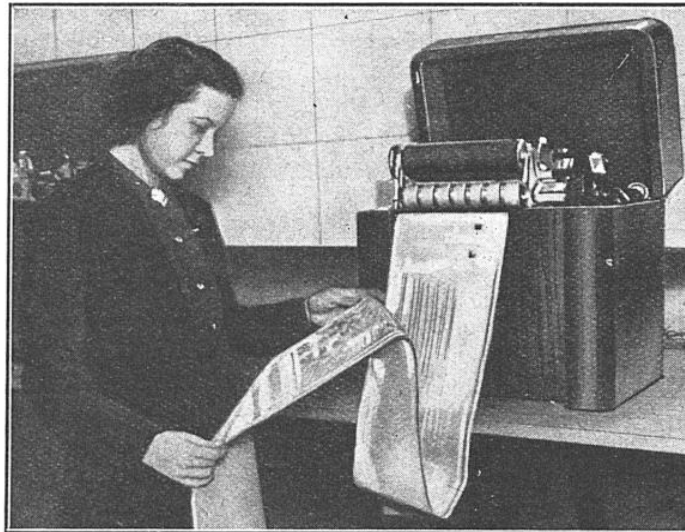

FIG. 4. — LA RÉCEPTION DU JOURNAL A DISTANCE A L'AIDE D'UN RÉCEPTEUR A MISE EN MARCHÉ AUTOMATIQUE A L'HEURE CHOISIE A L'AVANCE
Nos lecteurs connaissent le béliographe (1). Les systèmes de *fac simile* offerts partent du même principe : un style encreur ou photographique, selon le procédé choisi, décrit une ligne aller et une ligne retour. Le papier se déroule sous la ligne à la cadence voulue (comme une machine à écrire qui écrirait de gauche à droite, puis de droite à gauche). Les lignes ainsi formées sont très serrées et l'ensemble des points et des blancs fournit une image qui peut être du texte ou des illustrations (fig. 4).